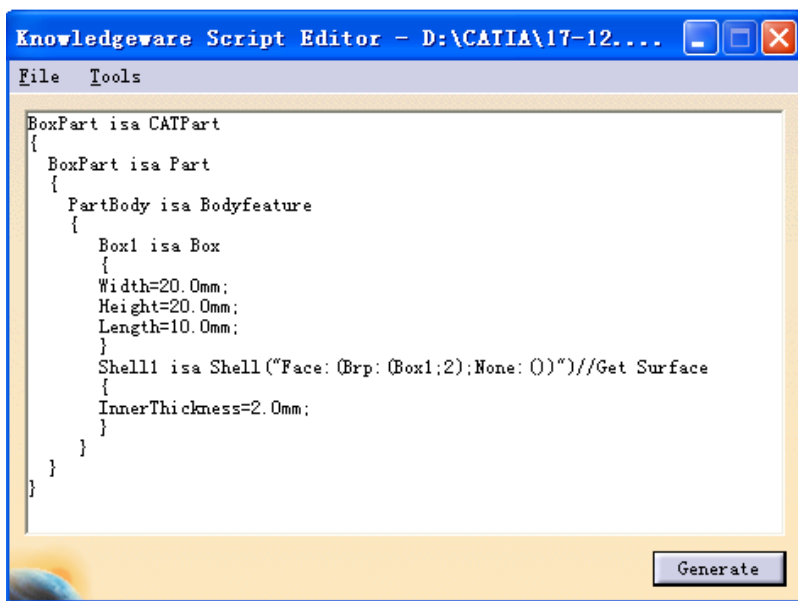

图 16-20
(1) Generative Script Editor 对话框中输入如下内容 (见图 16-20);